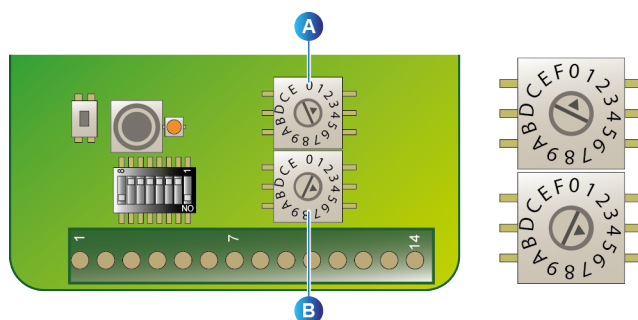

图 50: 配置无线网卡的地址
1. 检查地址是否已正确配置(旋转开关、 OLCT 80 无线卡 (图 50, A 和 B) 主接收器无线卡 (图 52, D).